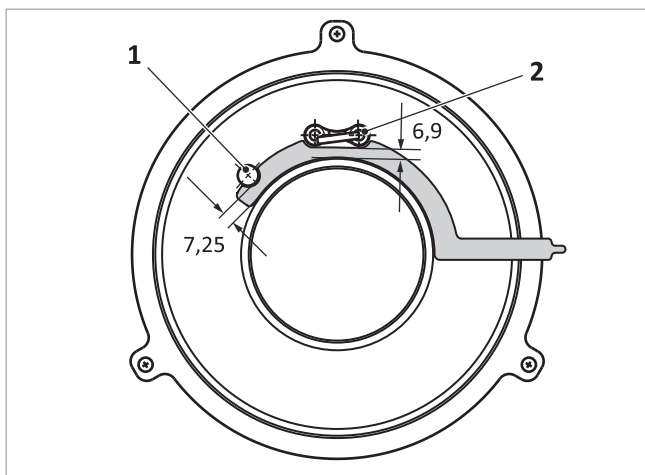

Abb. 47: Abstände Ionisations- und Zündelektrode zum Brennervlies
- Ionisationselektrode → Abb. 47 (1): 7,25 mm
- Zündelektrode → Abb. 47 (2): 6,9 mm